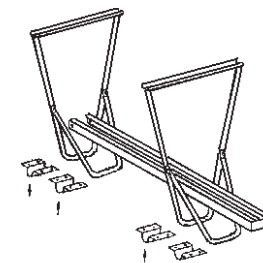

Fig. 1
1. Après avoir ouvert partiellement en compas les supports, retournez les deux cadres et maintenez-les en position verticale (cf. fig.1).